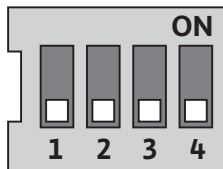

Fig. 28: DIP-brytare
DIP-brytarna (Fig. 9, pos. 6/ Fig. 28) befinner sig under kåpan.